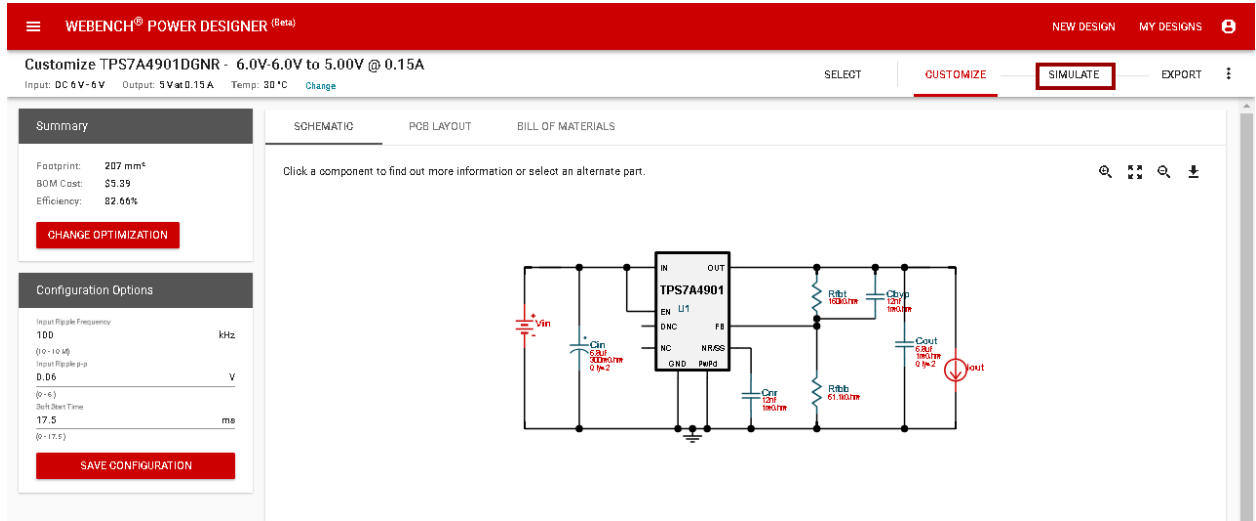

图 7
2. 点击“SIMULATE”按钮（见图 7），进入电气仿真页面。点击电路图中的输入电压源，在弹出的对话框中可以看到它的参数。请确认其中的 Peak Voltage 是 6V（对应  $V_{in}=6V$ ）。如果不是，点击“update”，可以更改它的值，更改后点击 SAVE 保存。